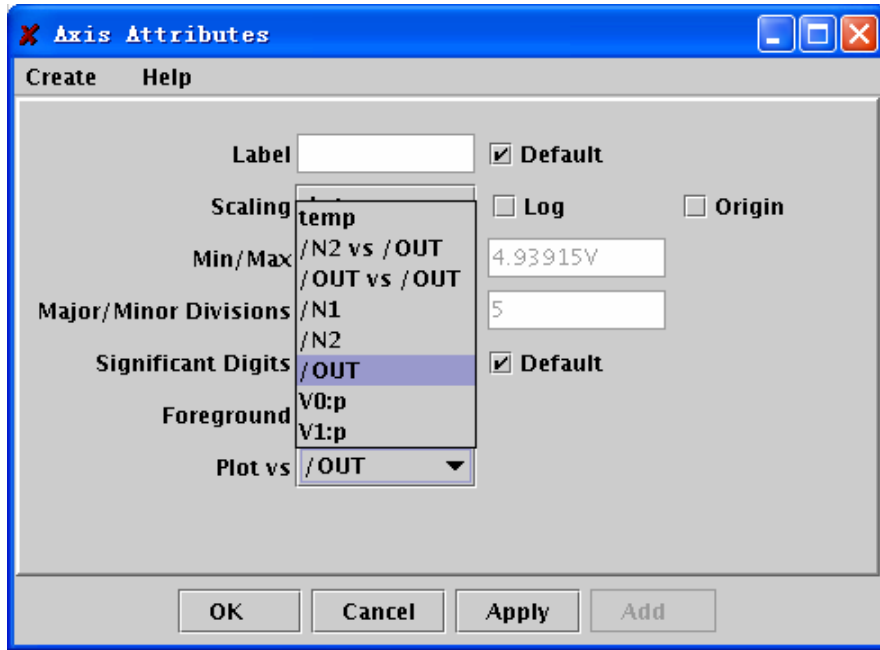

图 12.21 下拉菜单中包含所有的该类型的仿真结果
- 如果选择的波形来自于非参变量扫描仿真结果，那么会出现“Plot vs”栏，如图 12.21 所示。在该下拉菜单中包含所有的该类型的仿真结果。可以从中选择一个仿真结果，将他的 Y 轴作为 X 轴，将图表中波形转换到该 X 轴下显示。这个功能类似于“Results Browser”中的“YvsY”功能，具体详见第四章，4.5.4。